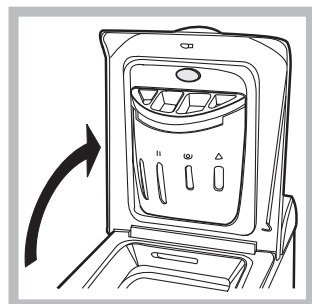

Fig. 1
**A) Ouvrez le couvercle (Fig. 1).** Soulevez le Couvercle externe et ouvrez le complètement;